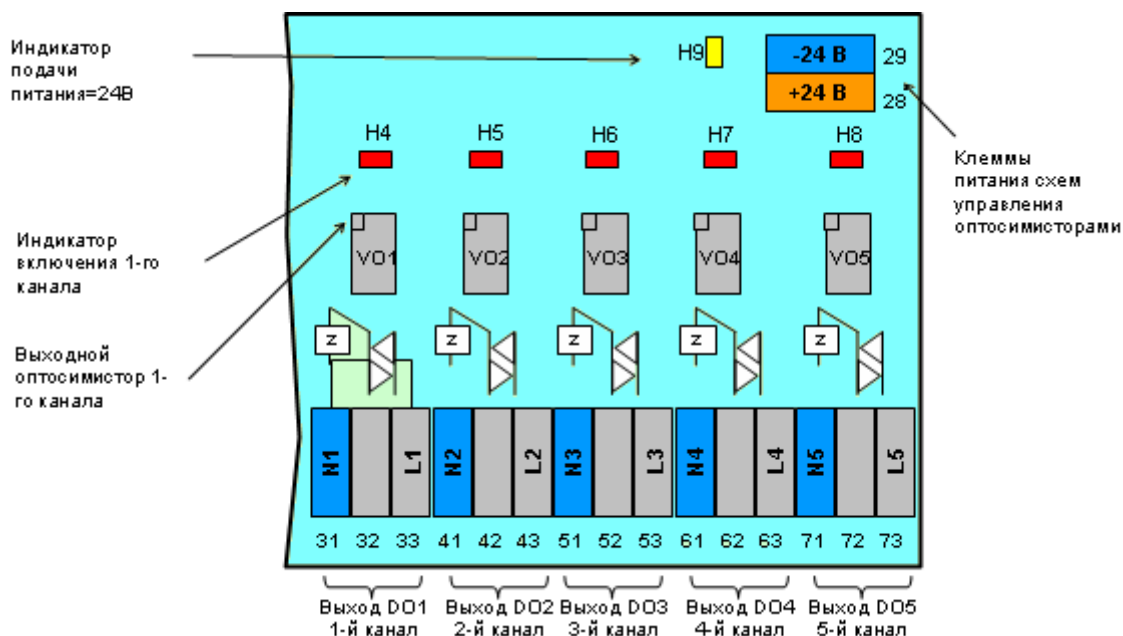

Рисунок 10.9 - Подключение дискретных выходов с помощью клеммно-блочного соединителя KB3-34C-01
10.3.4.3 Подключение дискретных выходов с помощью клеммно-блочного соединителя KB3-34C-01 представлено на рис. 10.9.